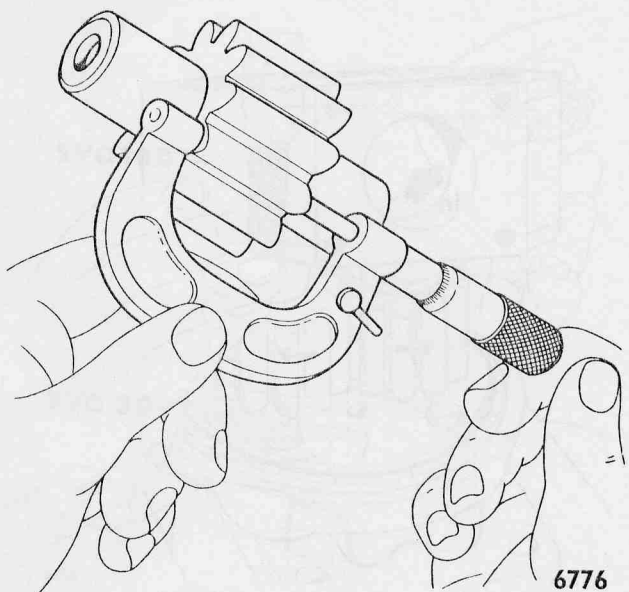
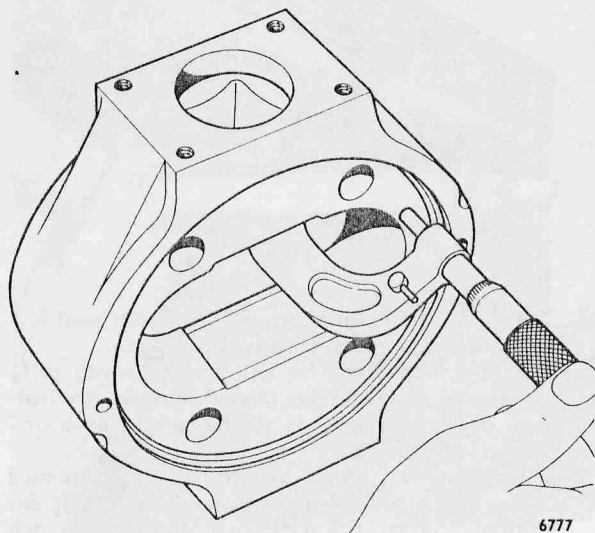

Fig 175. Mätning av kugghjul.
Fig 176. Mätning av mellanstycke.
23. Mät bredden på kugghjulen och mellanstycket och notera skillnaden, se fig 175 och fig 176.